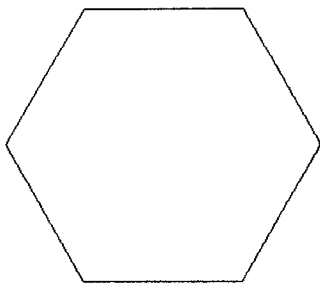

图 1-10 正六边形
(1) 首先, 绘制正六边形, 在【绘图】工具栏中单击“正多边形”按钮, 或者执行【绘图】→【正多边形】命令, 或者在命令输入行输入 `polygon` 后按【Enter】键, 如图 1-10 所示。